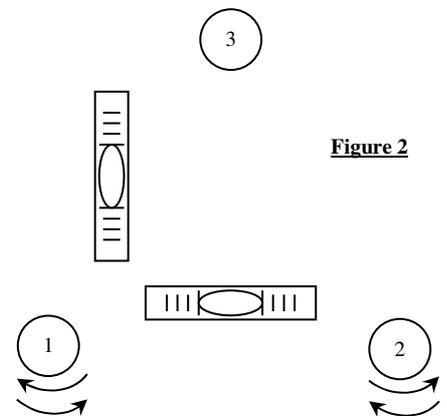

Figure 2
- 9- Réglage fin de la verticalité : calage des **nivelles toriques** (voir figure 2) :